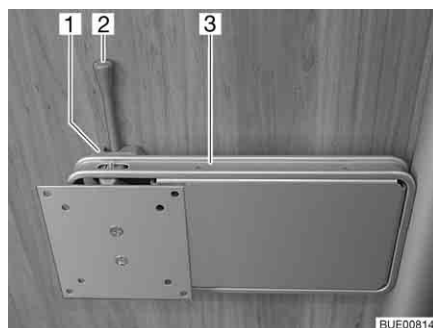

Fig. 87 Support sur colonne
- Pousser le levier de déverrouillage (Fig. 87,2) sur le côté et pivoter le support (Fig. 87,3) et l'écran plat pour les amener en position souhaitée.
- Pivoter l'écran plat en sens inverse, jusqu'à ce que le support (Fig. 87,3) s'enclenche dans le verrouillage (Fig. 87,1).